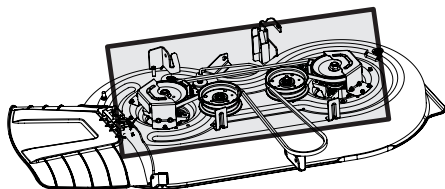

Figure 20
- Nettoyez la partie supérieure du plateau de coupe, la partie sous le couvercle des fusées et la partie autour des courroies. Voir Figure 20.